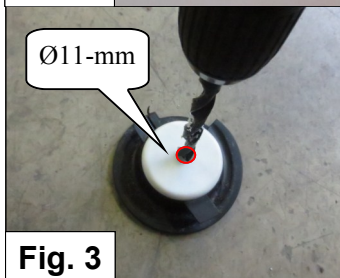

Fig. 3
4. Drill a hole of  $\varnothing 11$ -mm in the middle of all (4) spring seats. See Figure 3.
4. Bohren Sie ein Loch von  $\varnothing 11\text{-mm}$  in der Mitte von allen (4) Federhalterungen. Siehe Abbildung 3.
4. Percez un trou  $\varnothing 11\text{-mm}$  au milieu de tous les supports de ressort. Voir la figure 3.